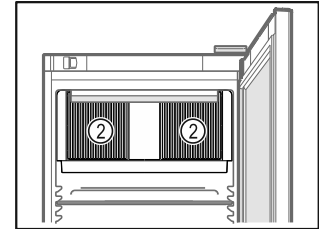

Fig. 58
- Mbani të lira kanalet e ajrit Fig. 58 (2) të ventilatorit të qarkullimit të ajrit në hapësirën e brendshme.